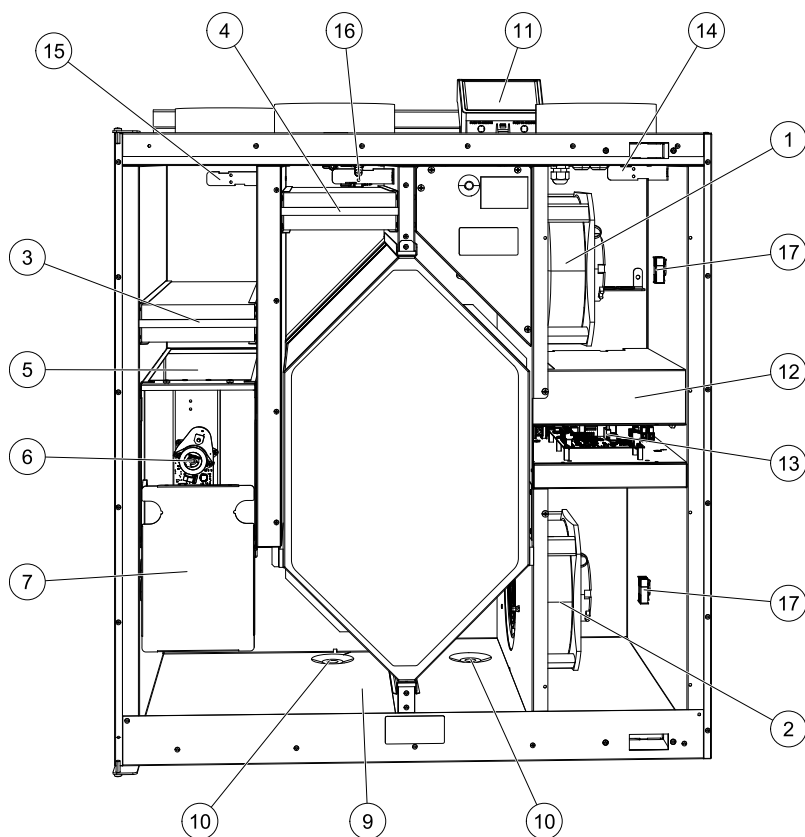

Рис. 11 Компоненты
Встроенный перепускной клапан (поз. 5 рисунок 11) участвует в режиме защиты от обмерзания, рекуперации холода и контроле температуры приточного воздуха установки. Двигатель управляется с помощью аналогового сигнала 0–10 В.
В зависимости от относительной влажности вытяжного воздуха на холодных поверхностях теплообменника может образовываться конденсат. Водяной конденсат собирается в поддон (поз. 9 рисунок 11) в основании установки и выводится через сливные отверстия (поз. 10 рисунок 11), расположенные с каждой стороны теплообменника. Сливные отверстия имеют размер 1/2" и наружную резьбу под подсоединение труб (глава 5.3.1).
- датчик температуры приточного воздуха (поз. 14 рисунок 11)
- датчик температуры наружного воздуха (поз. 15 рисунок 11)
- датчик температуры вытяжного воздуха (поз. 16 рисунок 11)